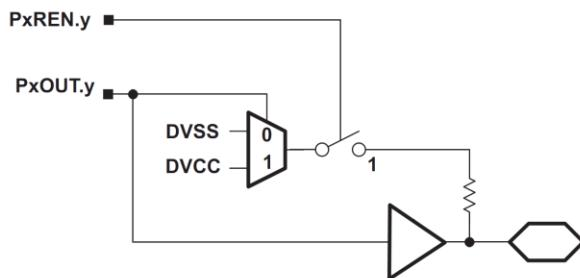

图 5.8 MSP430 单片机 IO 口的内部上下拉电阻
MSP430 单片机的内部电阻构造如图 5.8 所示：
- 3) PxOUT.y 在图 5.8 中，即决定 IO 输出电平，又决定上下拉电阻的接法，要特别注意。